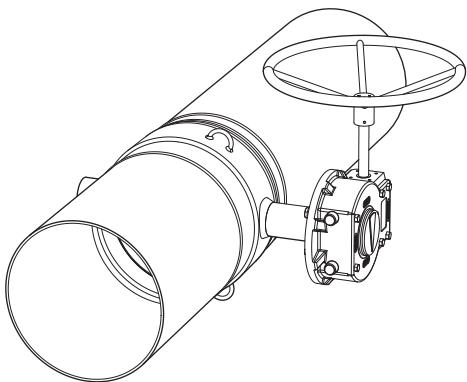
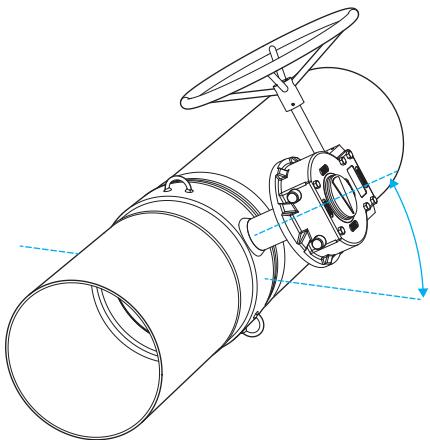

Рис. 12. Установка в горизонтальном положении.
Рис. 13. Установка под углом.
Предпочтительнее всего устанавливать затвор в горизонтальном трубопроводе с горизонтальным расположением штока затвора (см. Рис. 12). Рекомендуем устанавливать затвор под углом 45° (см.Рис 13). В других случаях обратитесь к производителю.
- Рекомендуемое установочное положение для затвора - под углом (см. Рис. 13.) или таким образом, чтобы шток находился горизонтально (см. Рис. 12 и 22). Избегайте устанавливать затвор так, чтобы шток находился в вертикальном положении.